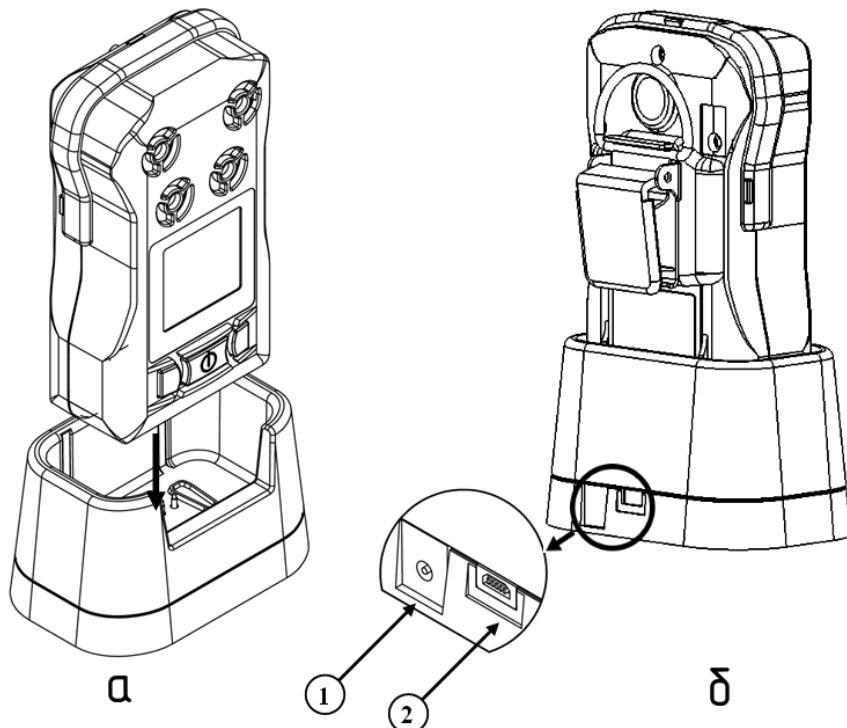

Рисунок 11 – Подключение прибора к док-станции
3.5.1 Заряд аккумуляторной батареи прибора должен производиться вне взрывоопасной зоны при помощи док-станции (рисунок 11) или автоматической зарядной станции ЗС-GS20. Для заряда к док-станции необходимо подключить зарядное устройство (разъем (1) рисунок 11б), плотно вставить прибор до появления короткого звукового сигнала.